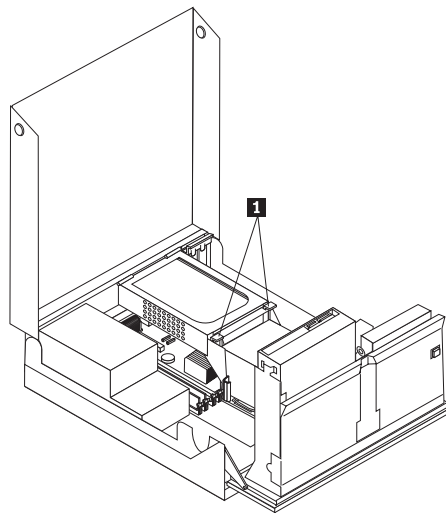

Figura 23. Acceso a la unidad de disco duro
2. Localice la unidad de disco duro. Consulte la Figura 23.